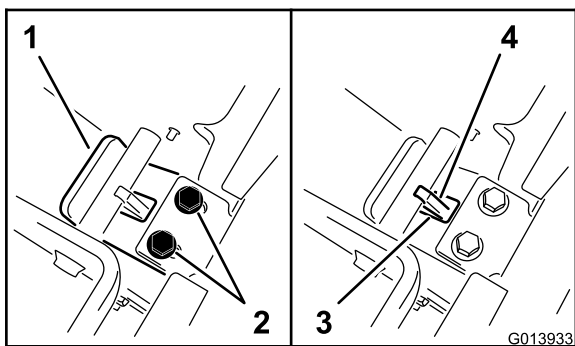

図 10
2. バックプレートへの圧力を保持したまま、トングを手前にスライドさせてトングプレートのリップをクロスバーに接触させる 図 10。